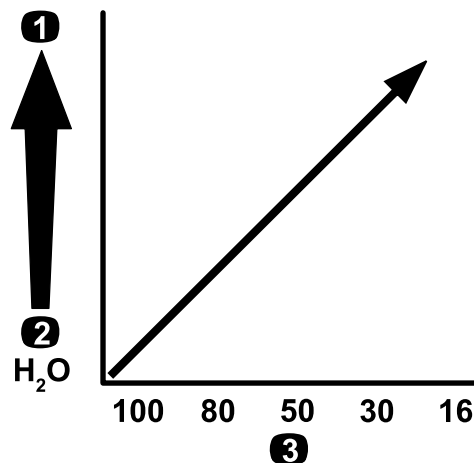

Figura 78
**Importante:** Cuando se fumiga con productos químicos o soluciones con polvo humedecible de mayor viscosidad (más espesos), puede ser necesario utilizar una malla más abierta en el filtro de presión opcional; consulte Figura 78.